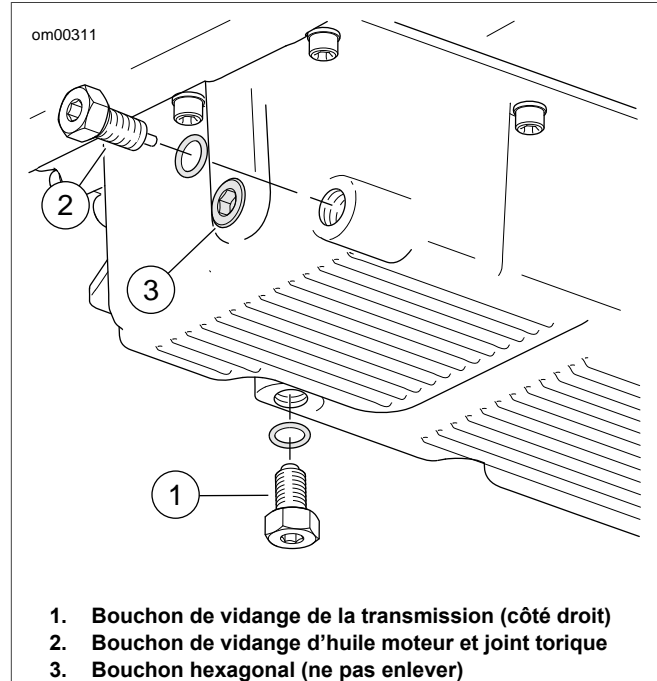

Figure 1-13. Carter d'huile
2. Voir Figure 1-13. Enlever le bouchon de vidange de la transmission. Vidanger le lubrifiant dans un récipient approprié.